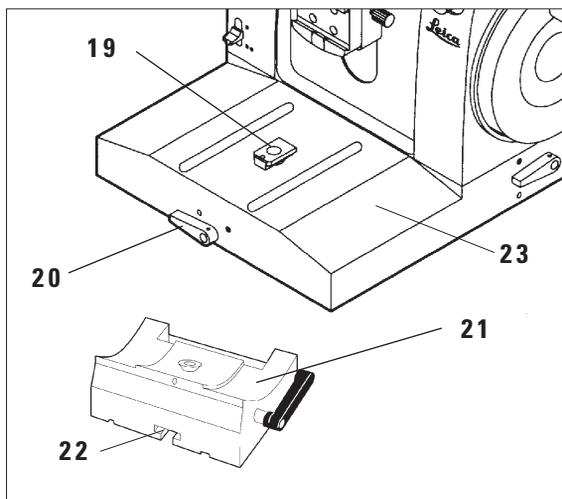

図 10
- 粗送りホイール (31) を回して試料を後端位置にもっていきます。(5.5章を参照)。
- ミクロトームベースプレート前部のクランプレバー (20、図 10) を緩め、ナイフホルダーベースとナイフホルダーを試料のすぐ手前まで動かします。
これについては、17ページの図 10、または28ページの図 26 を参照してください。